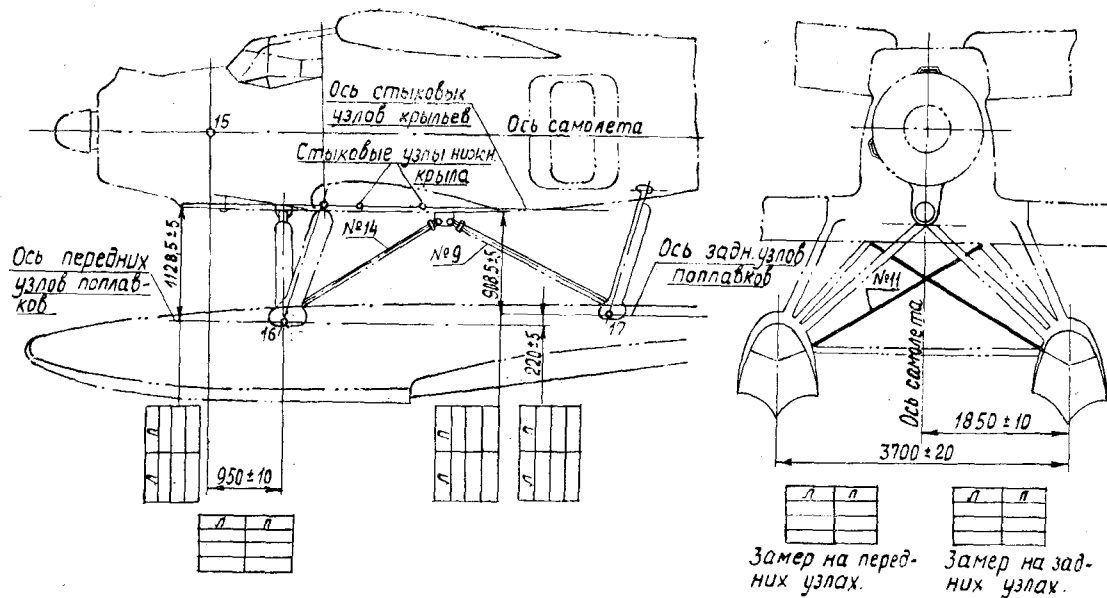

Рис. 16. Нивелировочная схема установки поплавка на самолете Ан-2В
19. Произведите нивелировку поплавка согласно нивелировочной схеме (рис. 16). Работу выполните в такой последовательности:
19.2. Произведите натяжение лент-расчалок с помощью специальных ключей № 64400/050А. Натягивайте постепенно и одновременно все ленты-расчалки до средних значений усилий, указанных в таблице (см. рис. 16). Измерение величин усилия натяжения лент-расчалок производите тензомером для лент-расчалок № 63600/030, который установите посредине ленты-расчалки и, нажимая рычаг до соприкосновения с лентой-расчалкой, определяйте по шкале тензомера с помощью таблицы (в зависимости от номера ленты) величину усилия натяжения ленты.
19.3. Определите с помощью нивелира и линейки вертикальные геометрические размеры, указанные в нивелировочной схеме (см. рис. 16).